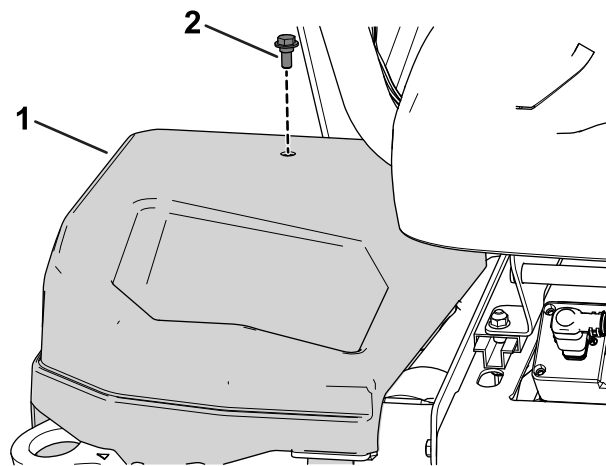

Figura 28
1. Retire a tampa do lado direito da máquina (Figura 28).